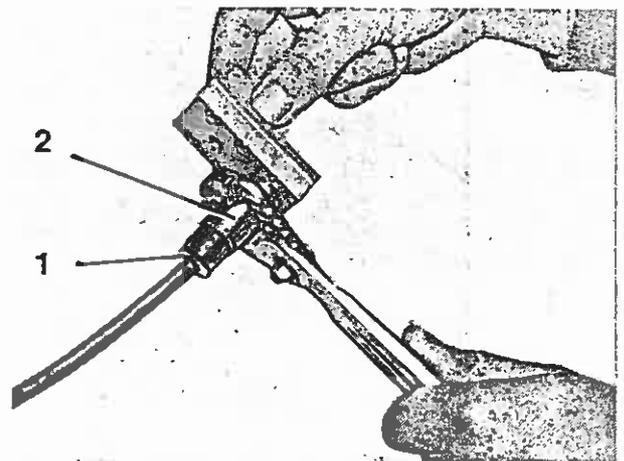

Bild 147
4. Klemmverschraubung (Bild 147/1) lösen und Anschlußstück (Bild 147/2) aus dem Preßstempel herauschrauben.